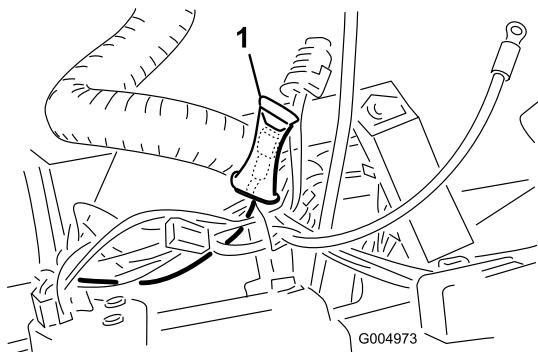

Рисунок 24
5. Внутри панели управления найдите розовый провод с разъемом, заключенным в пластмассовую оболочку (Рисунок 24).
8. Проложите другой конец жгута проводки под задним креплением рамы в направлении левой стороны машины, одновременно вставляя зажимы жгутов проводки в отверстия нижней части заднего крепления рамы (Рисунок 24).